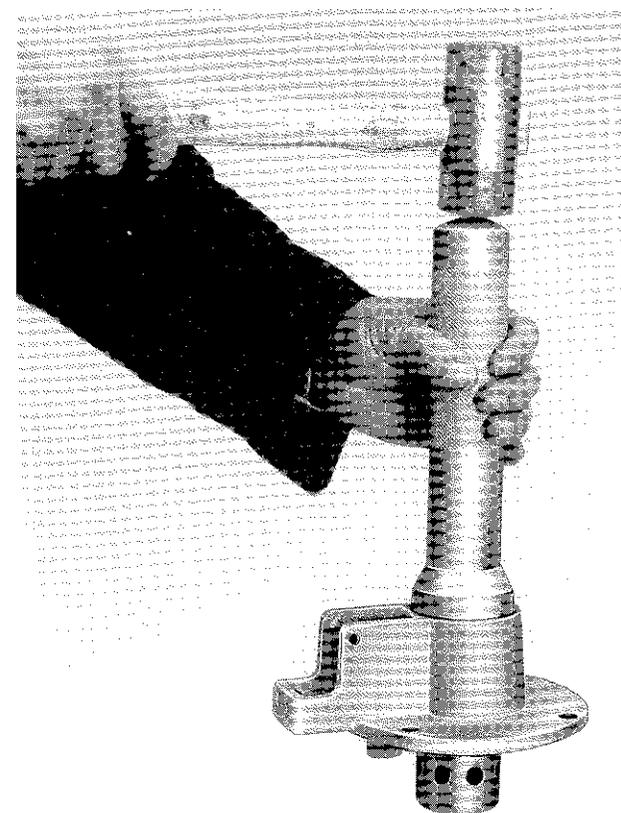

Fig. 29 - Montaggio del semiasse 3 con tampone 3.7981.165
- infilare il semiasse 3 (completo di bronzina 4) battendo sul cuscinetto 2 con tampone 3.7981.165 (vedi fig. 29);